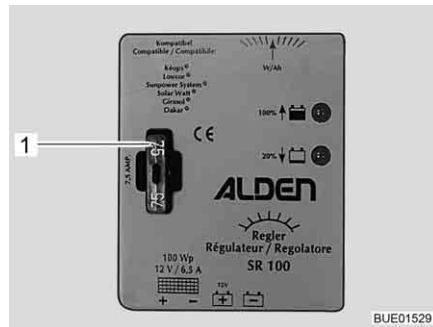

Bild 170 Säkring till laddningsregulator för solpanel 100 W
- Byt flatsäkring 5 A/ljusbrun (Bild 170,1).